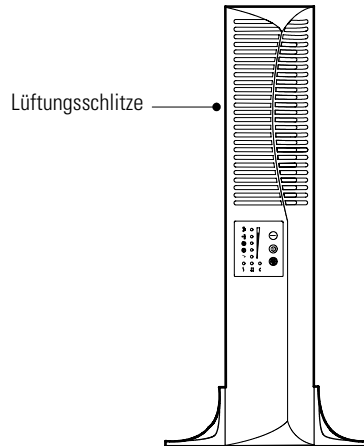

Abbildung 7. USV-Gehäuse mit Ständern
4. Bei vertikaler Aufstellung müssen sich die Lüftungsschlitze des Gehäuses oben befinden (siehe Abbildung 7).